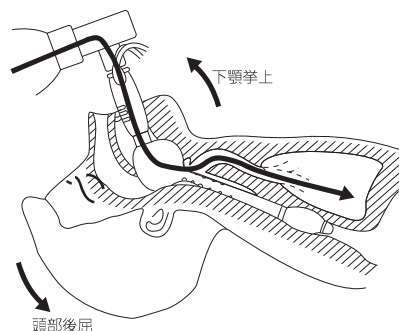

図6.挿入後の換気
- CPRボードなどの頭位保持器具を使用し、患者を頭部後屈状態にする。(図6)
- 換気が不十分な場合は下顎挙上を併用すること。これにより舌根および喉頭蓋の沈下を防止し、より有効な気道確保が可能となる。(図6)